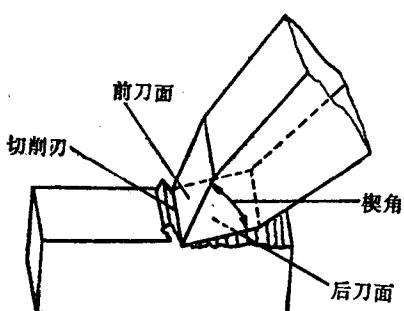

图 1-3 錾子的切削部分
3. 錾子切削部分的角度及刃磨 錾子的切削部分包括两个表面和一个切削刃，如图1-3所示。在錾削过程中，切屑接触的表面称为前刀面，另一表面，即与工件已加工面相对的表面称为后刀面。两面之交线即为切削刃。前刀面与后刀面的夹角称为楔角。显然，楔角越大，錾削阻力也越大，但切削部分的强度也越高。所以，为了减小錾削阻力，在保证足够强度的前提下，楔角尽可能小些。工件的材料不同，楔角的大小也有差异。錾削硬材料，楔角要大些；錾削软材料，楔角要小些。通常錾削铸铁、青铜和钢时，楔角为60~70°；錾削铜、铝和锌等软材料时，楔角为30~50°；錾削中等硬度的材料时，楔角为50~60°。